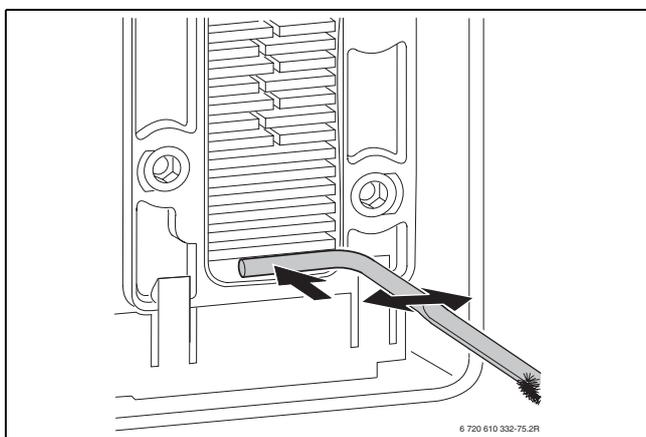

Fig. 65
- ▶ Pulire il convogliatore della condensa (con il manico della spazzola, fig. 65) e l'attacco del sifone.